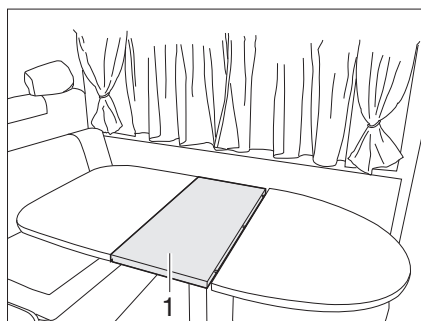

Fig. 81 Agrandir la table fixe
- Mettre la rallonge du plateau de table (Fig. 81,1) en place.
- Retirer la rallonge du plateau de table (Fig. 81,1) et bien la ranger.